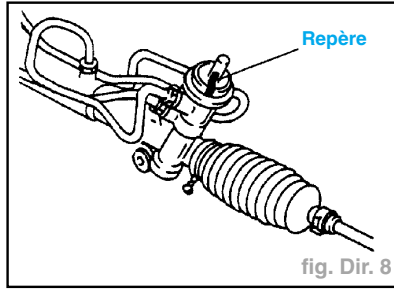

fig. Dir. 8
- Tracer un repère sur l'axe du pignon et le logement du boîtier pour permettre une repose correcte (fig. Dir. 8).